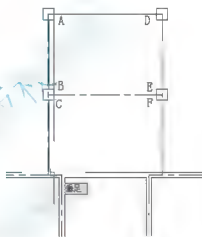
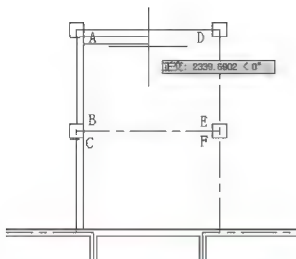
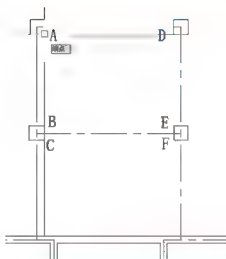

图 2.57 绘制墙体
图 2.58 绘 ED 墙线错误操作
图 2.59 绘 ED 墙线正确操作
(1) 设置当前层仍为【墙线】图层。
(2) 启动【多线】命令。执行菜单栏中的【绘图】|【多线】命令, 或在命令行输入“ML”, 启动【多线】命令。
④ 在指定起点或 [对正 (J)/ 比例 (S)/ 样式 (ST)]: 提示下, 输入“J”后按 Enter 键。
② 在输入对正类型 [上 (T)/ 无 (Z)/ 下 (B)] <上>: 提示下, 输入“T”后按 Enter 键, 将对正方式改为“T”(上对正), 此时比例仍为“240”。
③ 在指定起点或 [对正 (J)/ 比例 (S)/ 样式 (ST)]: 提示下, 捕捉如图 2.57 所示的 A 点作为多线的起点。
④ 在指定下一点或 [闭合 (C)/ 放弃 (U)]: 提示下, 捕捉 B 点作为多线的终点, 按 Enter 键结束命令。
(3) 按 Enter 键重复【多线】命令。
① 在指定起点或 [对正 (J)/ 比例 (S)/ 样式 (ST)]: 提示下, 捕捉 C 点。
② 在指定下一点或 [闭合 (C)/ 放弃 (U)]: 提示下, 将光标向下拖至与外墙相接处会出现垂足捕捉, 如图 2.57 所示, 此时单击该点, 然后按 Enter 键结束命令。
(4) 按 Enter 键重复【多线】命令。
在指定起点或 [对正 (J)/ 比例 (S)/ 样式 (ST)]: 提示下, 捕捉 A 点后将光标水平向右拖动, 会发现墙的位置不正确, 如图 2.58 所示, 按 Esc 键取消命令。
(5) 再次按 Enter 键重复【多线】命令。
① 在指定起点或 [对正 (J)/ 比例 (S)/ 样式 (ST)]: 提示下, 捕捉 D 点。
② 在指定下一点或 [闭合 (C)/ 放弃 (U)]: 提示下, 将光标水平向左拖动, 然后捕捉 A 点 (图 2.59), 并按 Enter 键结束命令, 绘制出 DA 墙线。